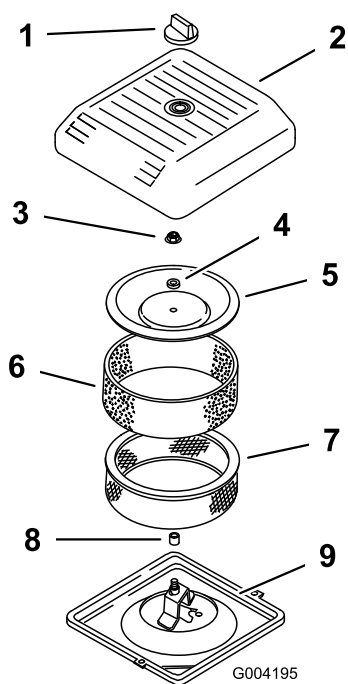

Figura 44
3. Svitare la manopola e rimuovete il coperchio del corpo del filtro (Figura 44).
- Fate scorrere attentamente il prefiltro in schiuma sintetica fuori dall'elemento di carta (Figura 44).
- Svitare il dado del coperchio e rimuovete il coperchio, il distanziale e il filtro di carta (Figura 44).
- Montate il gruppo filtro dell'aria sulla relativa base (Figura 44).
- Montate il coperchio, il distanziale e fissatelo con il dado del coperchio (Figura 44). Serrate il dado a 11 N·m.
- Montate il coperchio del filtro dell'aria e fissatelo con la manopola (Figura 44).